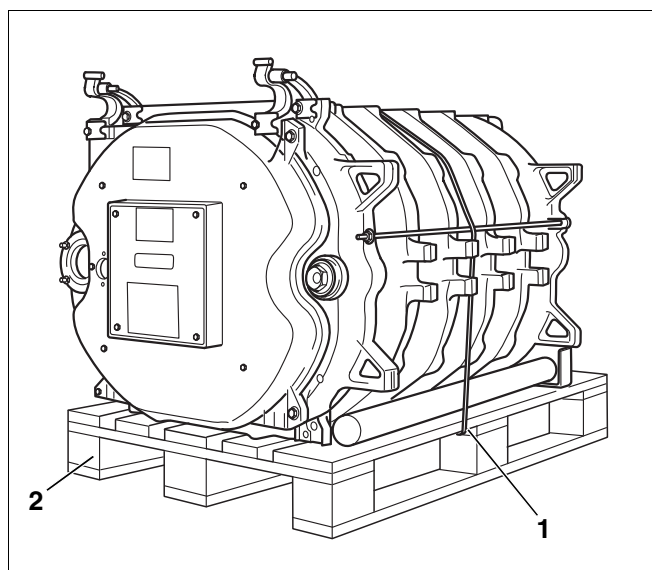

Fig. 18 Blocco caldaia su paletta
- Tagliare la fascia di sicurezza (fig. 18, [1]).
- Rimuovere la paletta prima della posa in opera (fig. 18, [2]).